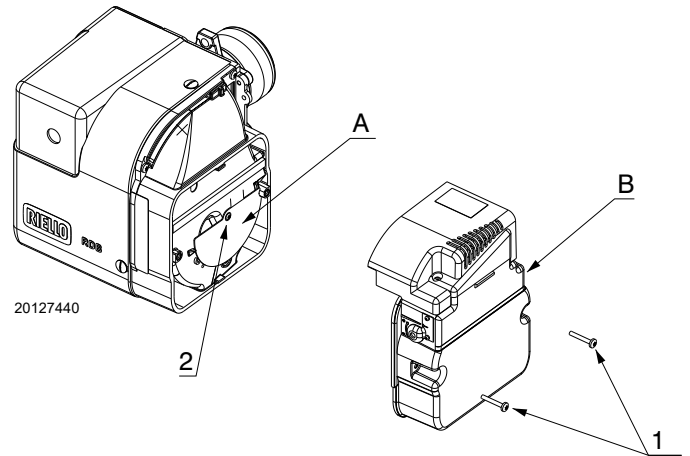
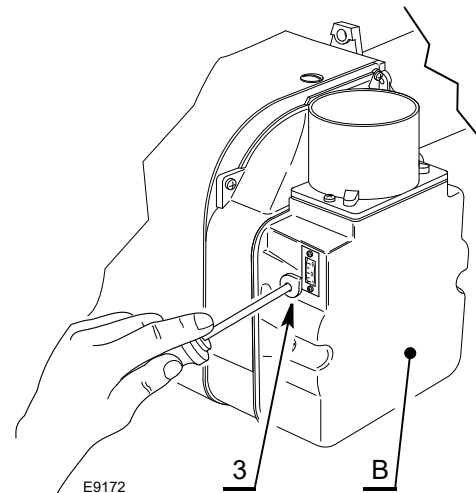

Fig. 17
Fig. 18
La regulación del aire se realiza mediante dos registros independientes (ver Fig. 17 y Fig. 18).
#### Registro de aire principal (A)(Fig. 17) - solo para el código 3514157
El registro de aire principal (A) debe bloquearse en la posición indicada en la Fig. 17.
- Retire el registro de aire secundario (B) aflojando los tornillos 1).
- Afloje el tornillo 2) y gire el registro de aire principal (A) hasta la posición necesaria.
- Apriete el tornillo 2) y ponga de nuevo el registro de aire secundario (B).
#### Registro de aire secundario (B) (Fig. 18)